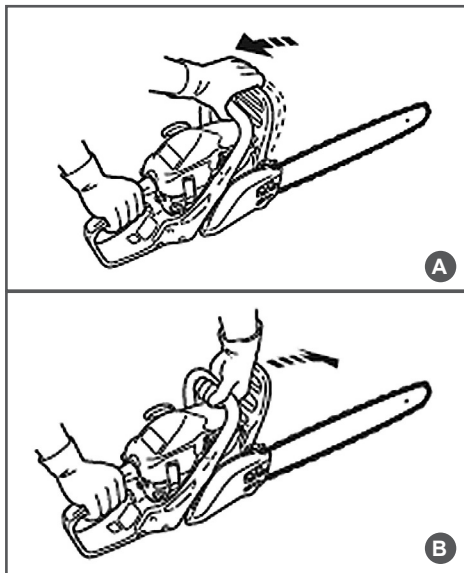

Рис. 7 Проверка механического тормоза цепи
Тормоз цепи выключен (цепь может вращаться), когда ручка тормоза взведена (Рис. 7А).
Тормоз цепи включен (цепь не имеет возможности вращаться), когда ручка тормоза находится в отжатом положении (Рис. 7В).
3. Используя тормоз цепи, переместить левое запястье от себя и нажать им на ручку тормоза, не отпуская рукой переднюю рукоятку бензопилы (Рис. 7В).
- Введите ручку тормоза (Рис. 7А).